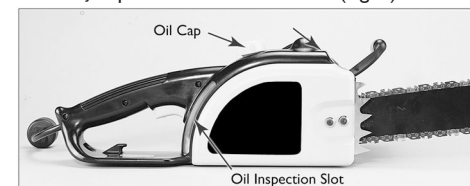

Fig. 6
**NOTA:** A sua serra eléctrica está equipada com um sistema Lubrificador Automático e é a ÚNICA fonte de lubrificação para a barra e a corrente (Fig. 6)